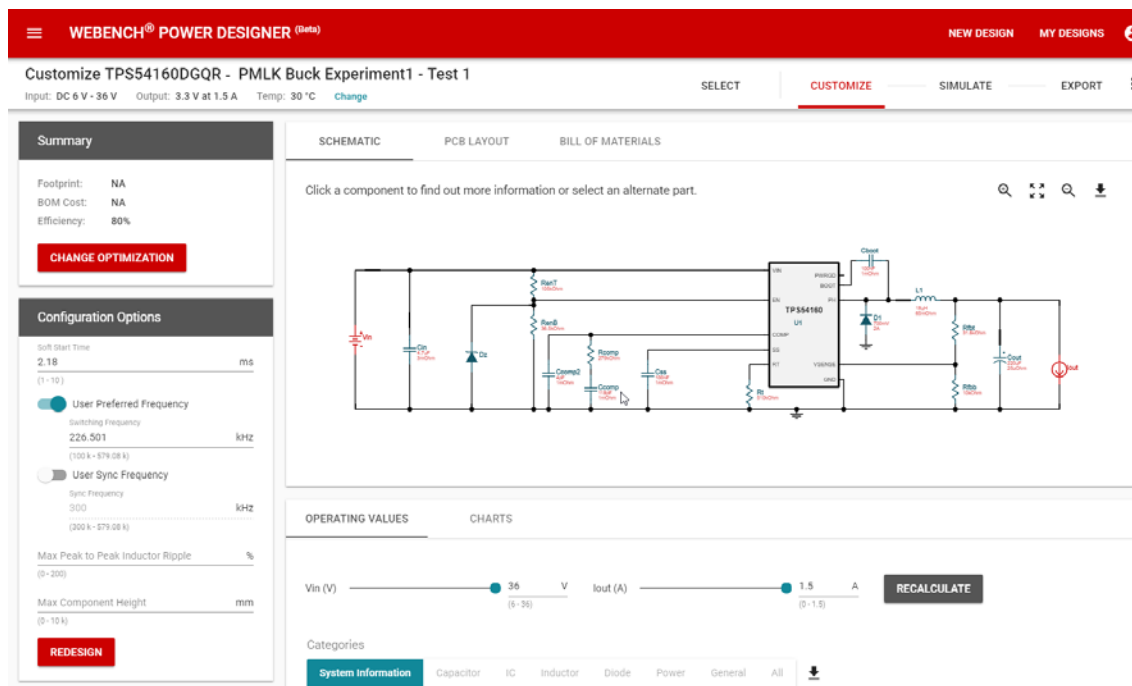

图 2.2.1 实验设置电路
1. 打开 TPS54160 的设计方案。我们将在 **WEBENCH** 中看到已经预先为本实验设置好的电路，如图 2.2.1。我们注意到此设计方案中电路板面积（Footprint）和元器件成本（BOM cost）显示为 NA，原因是为了与 PMLK 实验板上的电路保持一致，本设